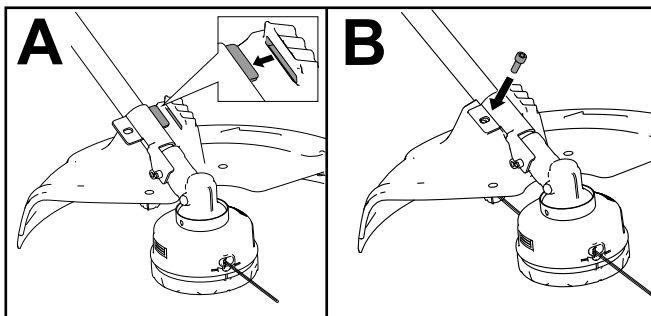

Figura 4
1. Aliniază protecția astfel încât proeminența de pe suport să gliseze în fantă (A din Figura 4).
2. Montai și strângeți urubul cu cap imbus pentru a fixa protecția pe suport (B din Figura 4).